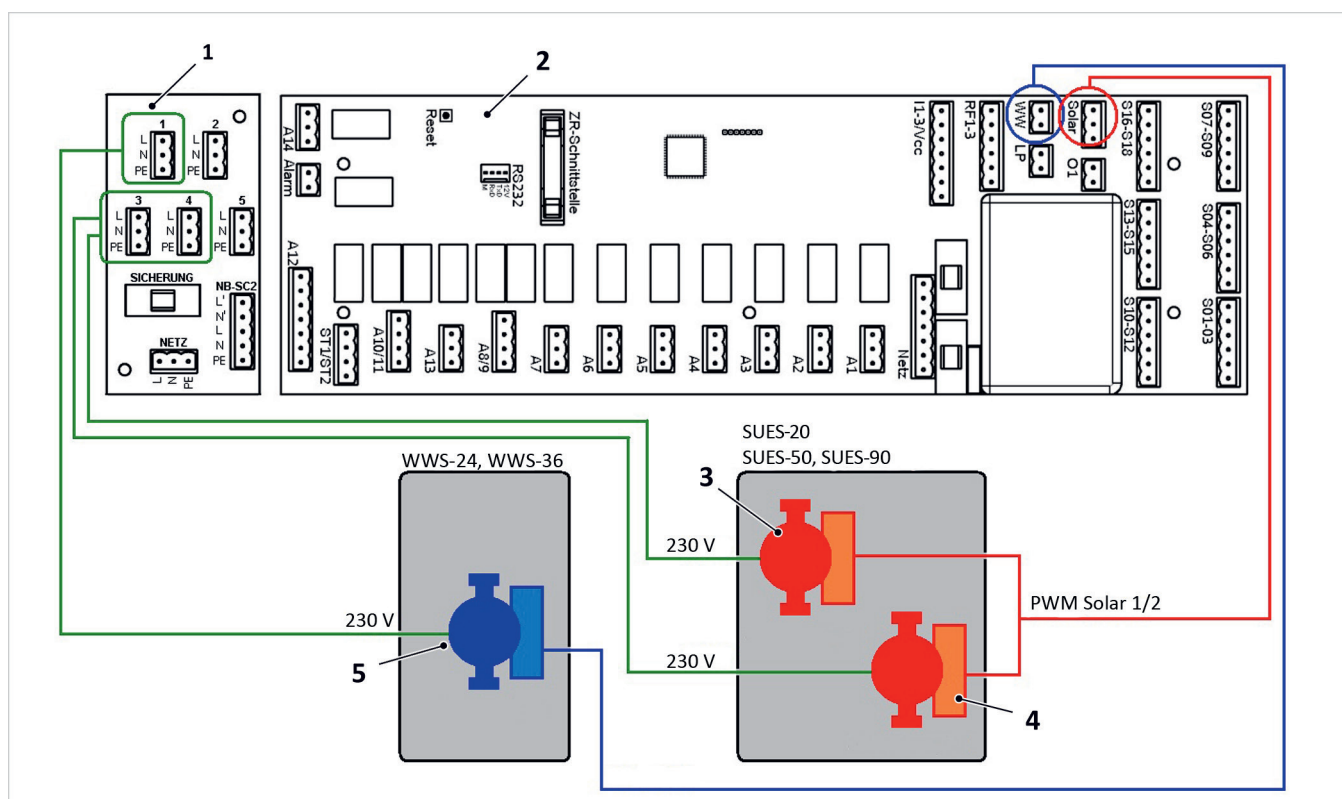

Abb. 5: Anschlussplan drehzahlgeregelte Solarpumpen und Warmwasserpumpe an SolvisControl 3 / SolvisControl 2, Netzplatine Vers. 3 (SolvisMax 7er Serie)
1. Buchsenleiste auf dreipoligen Anschlussstecker „Solar“ („SP- | SP1 | SP2“) aufstecken, siehe → Abb. 5, S. 12
1. Der 230 V-Anschluss der Solarpumpen erfolgt auf der Erweiterungsplatine (1) links neben der Netzplatine (2), siehe → Abb. 5, S. 12. Hier befinden sich fünf zusätzliche Anschlussbuchsen zur Versorgung von HE-Pumpen mit Netzspannung.